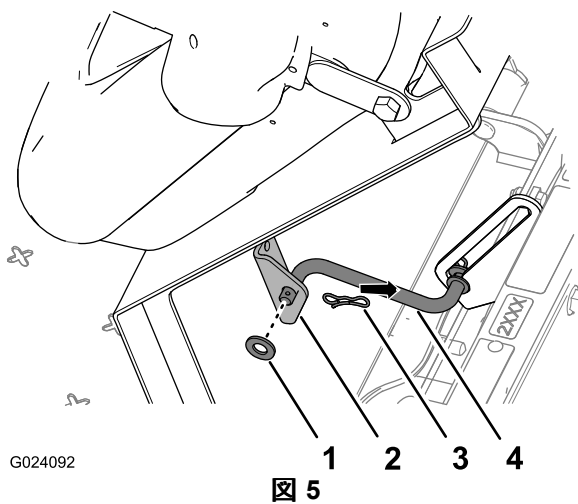

図 5
2. 座席プレート下で、支え棒をブラケットに固定しているヘアピンを抜き取る 図5。